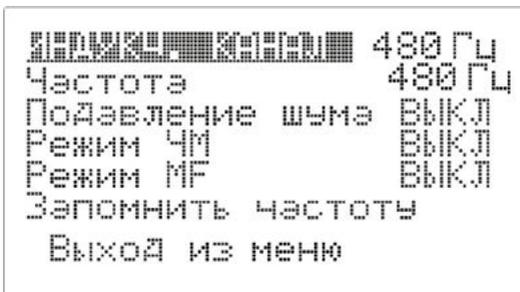

Рисунок 6 – Экран меню
- 4.6.5 Для задания необходимых параметров каналов «480», «1К», «10К» необходимо войти в экран меню (рис. 6) вращением левого энкодера по часовой стрелке с одновременным нажатием.